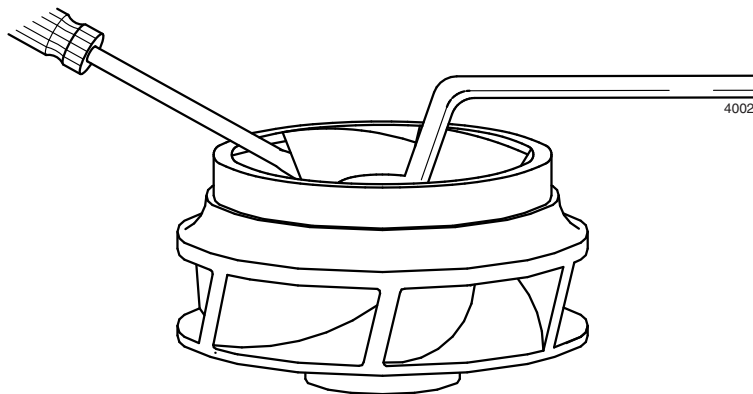

Figura 7: Afloja tuerca impulsor.
- 2 Bloquee el impulsor (0120) para impedir que gire, vea figura 7.